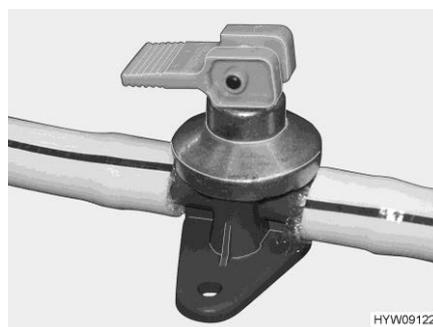
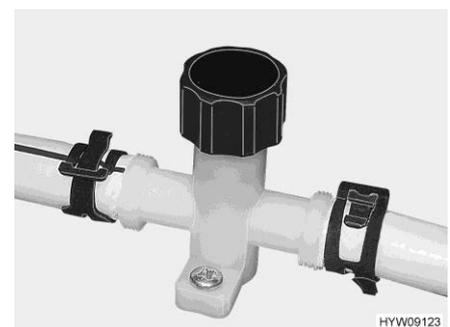

Fig. 140 Llave de desagüe con balancín
Fig. 141 Llave de desagüe con botón giratorio
- Cerrar todas las llaves de desagüe (Fig. 140 ó bien Fig. 141).